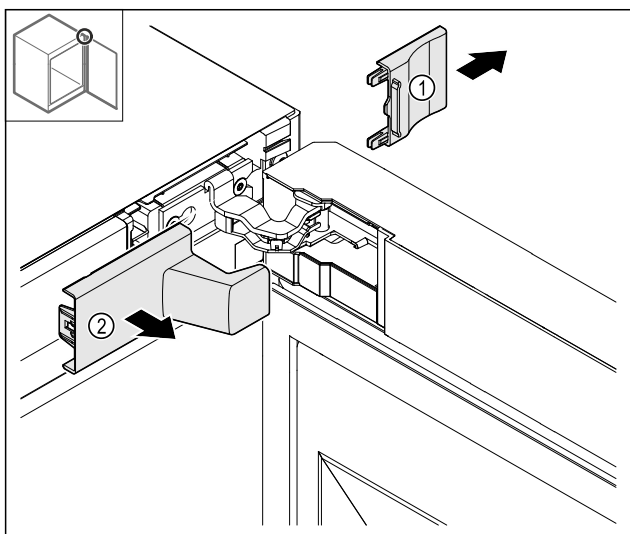

Fig. 14
- ▶ Îndepărtați capacul Fig. 14 (1) și apoi Fig. 14 (2).